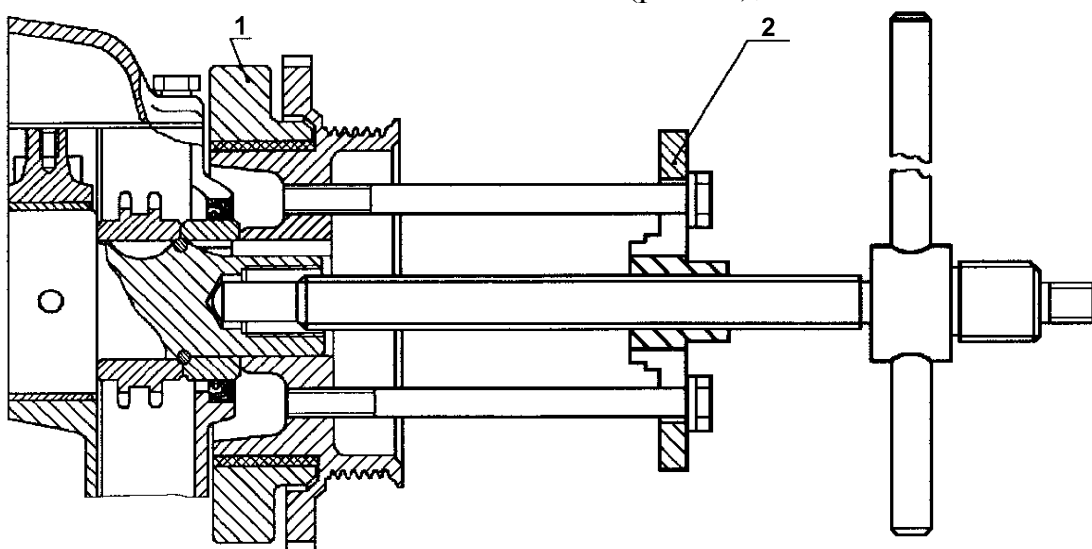

Рис.42. Снятие шкива-демпфера коленчатого вала:
- отвернуть стяжной болт коленчатого вала и снять шкив-демпфер коленчатого вала с помощью специального съемника (рис.42);